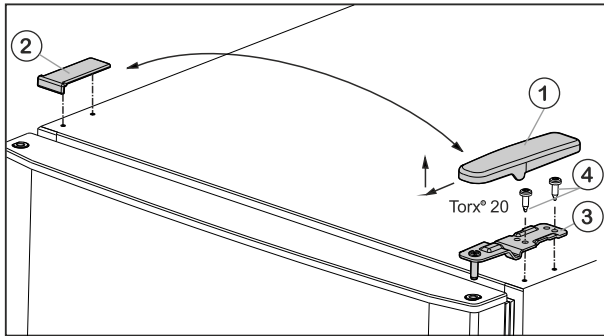

Fig. 6
- ▶ Rimuovere la copertura Fig. 6 (1) tirandola in avanti e in alto.
- ▶ Sollevare la copertura Fig. 6 (2).
- ▶ Svitare il cuscinetto di supporto superiore Fig. 6 (3) (2 giri con chiave Torx® 20) Fig. 6 (4) e sfilarlo verso l'alto.
- ▶ Inserire il cuscinetto di supporto superiore Fig. 6 (3) nella porta, sul lato della nuova cerniera.
- ▶ Avvitare il cuscinetto di supporto superiore **saldamente (con una coppia di 4 Nm)** (2 giri con chiave Torx® 20) Fig. 6 (4). Eventualmente utilizzare un avvitatore a batteria.
- ▶ Applicare e innestare dall'esterno la copertura Fig. 6 (1) sul lato opposto.
- ▶ Applicare e innestare dall'alto la copertura Fig. 6 (2) sul lato opposto.